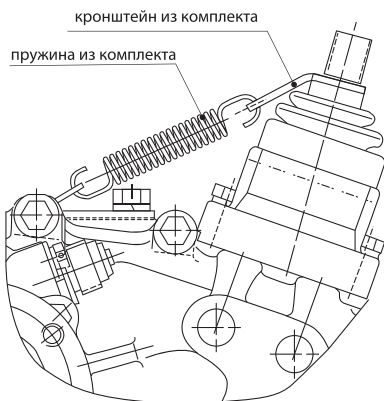

Рис. 13
- Произведите сборку механизма РК в соответствии с **Рис. 13**.